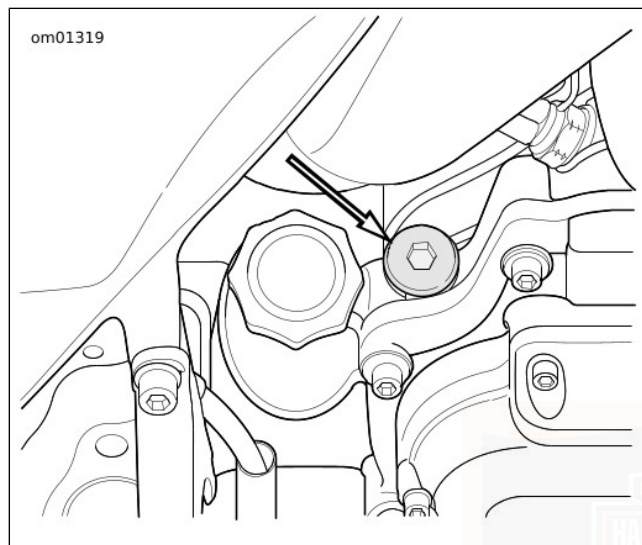

Abbildung 89. Lage des Getriebeeinfüllverschlusstopfens/Ölmessstabs
2. Siehe Abbildung 89. Den Getriebeeinfüllverschlussstopfen/Ölmessstab entfernen. Den Ölmessstab sauber wischen.